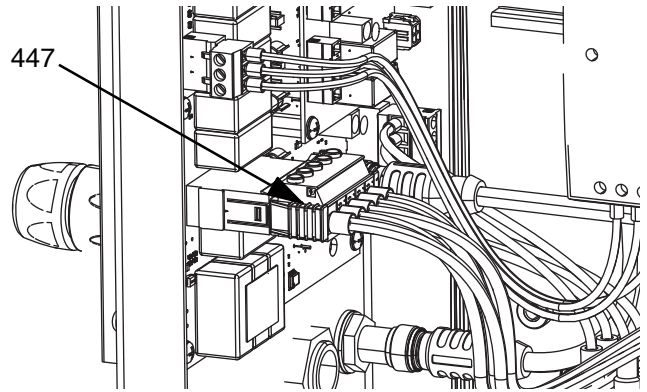

图 17
- 将扩展模块附带的 CAN 电缆连接到加热控制箱 (S) 中 AMZ 1 上的隔板 2 (B2)。
- 将线束 (479) 从扩展模块连接到 AMZ1，如图 17 所示。